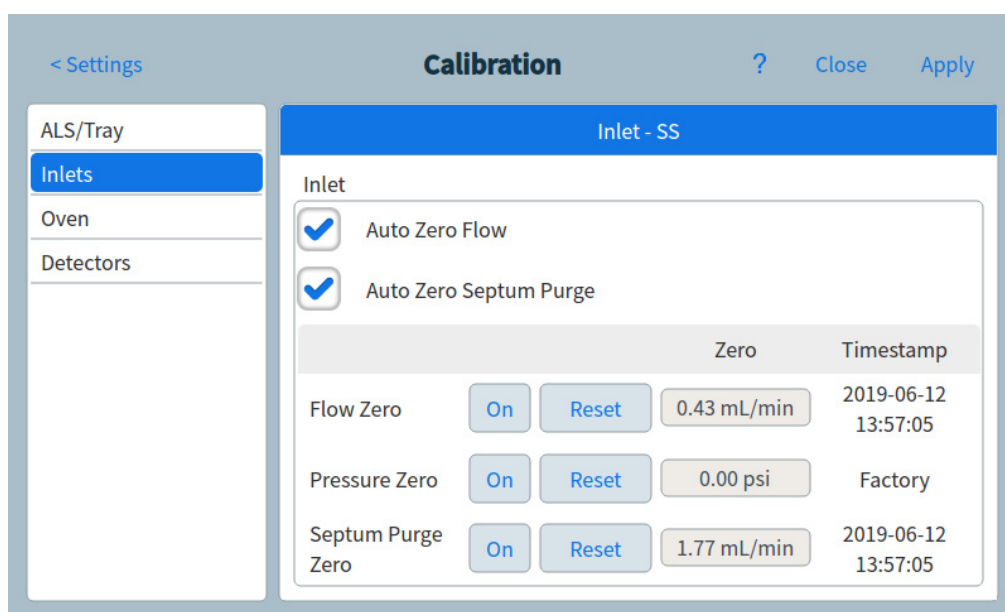

Figure 39 Page Étalonnage
- 2 Appuyez sur **Étalonnage**. La page Étalonnage apparaît. Voir Figure 39.